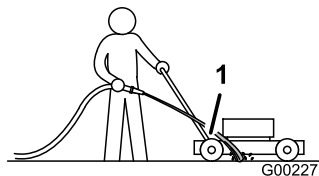

Figure 44
3. Tenez le tuyau d'arrosage à hauteur du guidon et dirigez le jet d'eau vers le sol, juste devant la roue arrière droite (Figure 44).